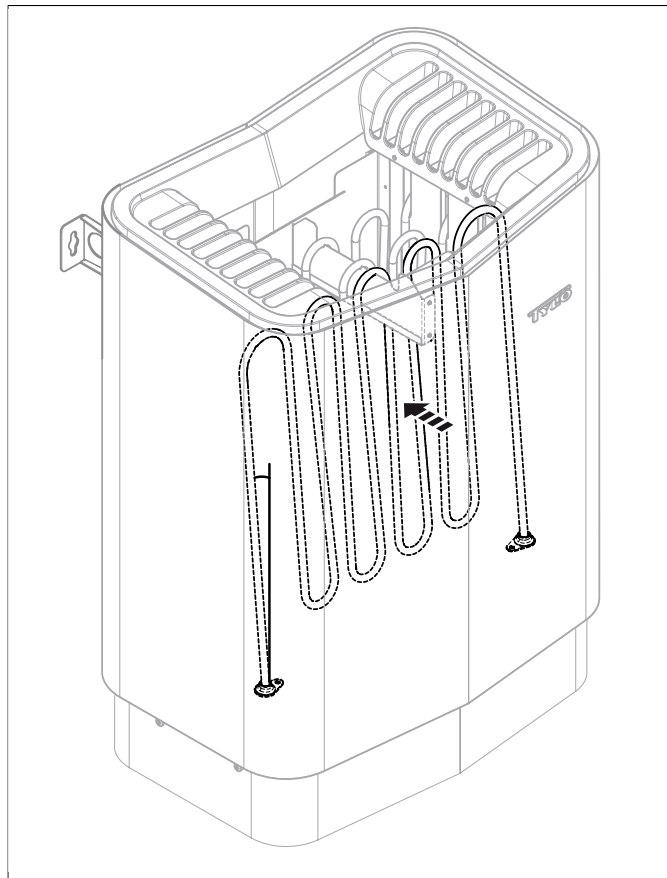

Рисунок 7: Разместите нагревательный элемент под углом.
2. Разместите нагревательный элемент под углом так, чтобы было легче вынуть камни см. **Рисунок 7**, страница 4.